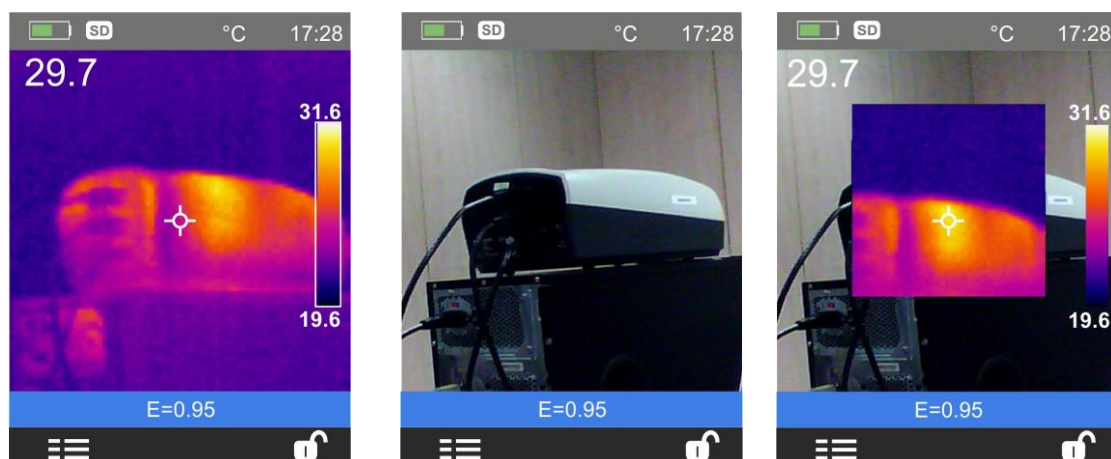

Fig. 23: Modos de visualización de la imagen
2. Utilice las teclas $\oplus$ o $\ominus$ para seleccionar el modo de visualización deseado entre las opciones: **IR** (imagen infrarrojo), **Visible** (imagen visual), **Fusion** (fusión de la imagen IR dentro la imagen visual) y **AUF** (función Auto Fusion – vea § 5.2.4.1) (vea Fig. 23)